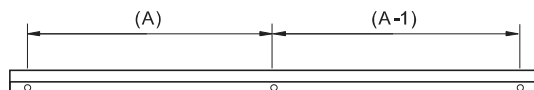

Fig. 1
1.2 Zodra je de positie van de spiegelkast hebt gekozen, controleer je of de muur stevig is, meet je de afstand tussen de gaten (A, A-1) in de aluminiumlegeringstaaf met een meetlint en markeer je deze met een potlood op de muur (Fig. 1).